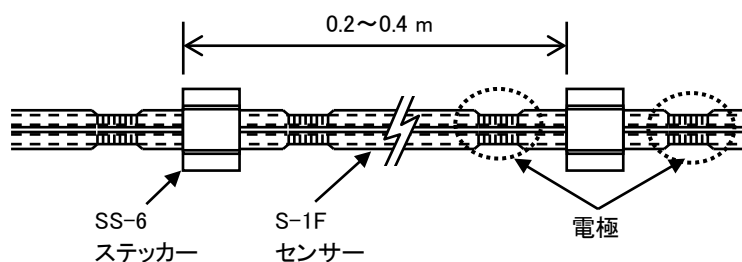

図 17 センサーの固定
- ・ センサーは、床面に密着するように SS-6 ステッカーで固定します。なお、ステッカー位置はセンサーの電極部分(透明絶縁被覆がないところ)を避けてください(図 17)。